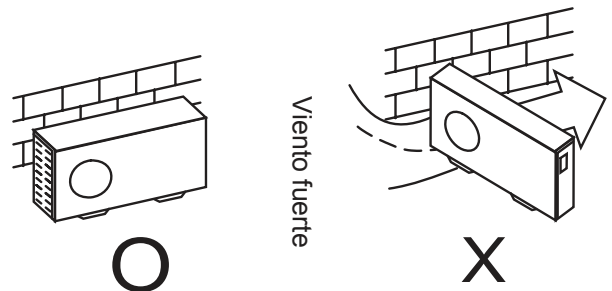

Ilustración 16
- En el caso de viento extremadamente fuerte, prevenga el flujo de aire en sentido inverso al normal dentro de la unidad. (ver ilustración 16).